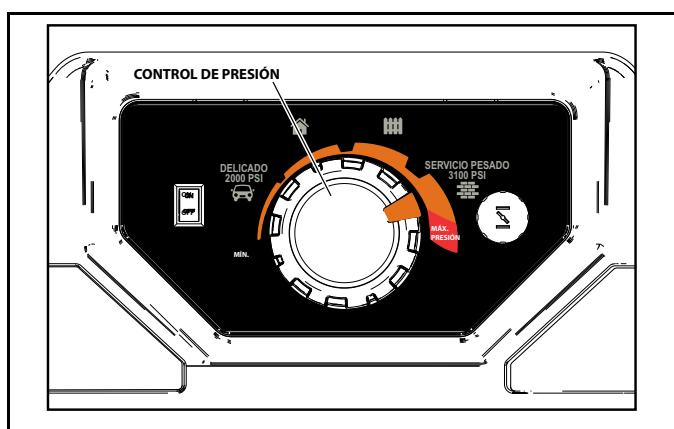

Figura 5-3. Selector de potencia
- Gire la perilla de control de presión a la posición mostrada en la etiqueta "Arranque"(ítem núm. 2) (Figura 5-3).